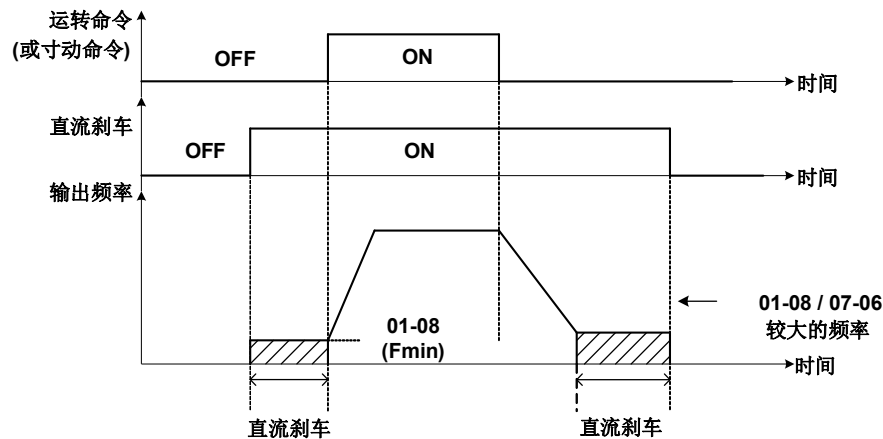

图 4.3.22 直流刹车时序图
- (31). 变频器过热警示 (设定=31)。
- (32). 同步指令 (设定=32)。
- (33). 直流刹车指令 (设定=33)。
- 参照下图4.3.22 直流刹车时序图。